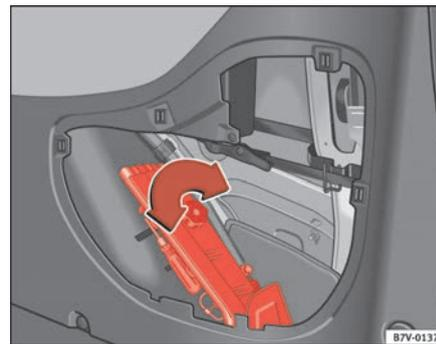

Fig. 151 Ubicazione degli attrezzi di bordo
Gli attrezzi di bordo si trovano nel bagagliaio, dietro al rivestimento laterale della parte destra e vanno fissati con una vite zigrinata ⇒ fig. 151 ①. Gli attrezzi di bordo comprendono quanto segue:
- ① Scatola di attrezzi⁴⁴⁾
- ② Giravite con chiave esagonale nel manico, per rimuovere o stringere le viti delle ruote. La punta del giravite è a innesto. Il giravite è infilato nella chiave per le ruote.
- ③ Occhione di traino avvitabile
- ④ Chiave aperta 10 x 13 mm
- ⑤ Staffa⁴⁴⁾ per staccare i copricerchi o le calotte delle viti.